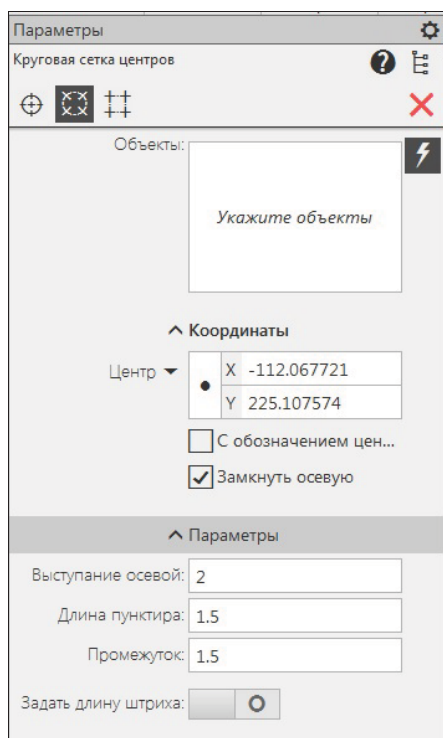

Рис. 13.16. Панель Параметри-
- ◆ после указания объектов в графической области появится фантом сетки, т. к. все объекты, центры которых лежат на круговой осевой линии, определяются автоматически. Если на панели **Параметры: Круговая сетка центров** (рис. 13.16) нажата кнопка **Авто** , расположенная справа от поля **Объекты**, то центры будут созданы для всех объектов. Если кнопку **Авто** отключить, то центры будут создаваться только для указанных объектов;